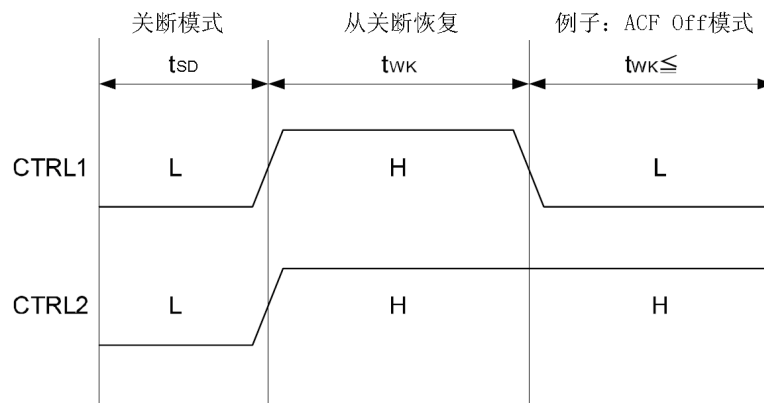

图3 唤醒初始化时序
- (2) 从关断模式唤醒时，必须先设置为模式 ACF-Off 作为过渡，这样芯片才能正常启动工作，否则 HT6873 将维持关断状态不变。即先在  $t_{WK}$  时间内设置图 3 中的 CTRL1、CTRL2 为 H 高电平，再转换到预设模式 (如 ACF-2)。各模式的设置时间 (除 SD 外)  $t_{MOD}$  为 0.1ms。